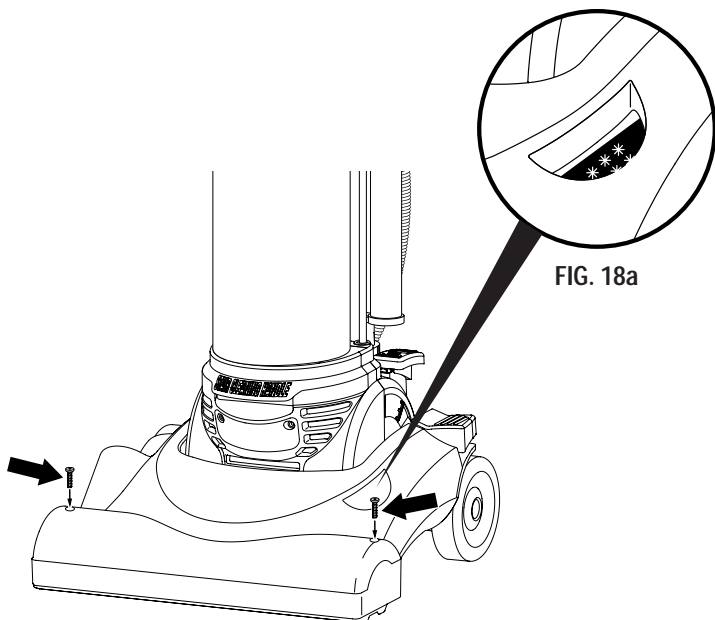

FIG. 18
**Brushroll Performance Window** (FIG. 18) To check condition of belt watch to see if white dots on belt are moving through the performance window (FIG. 18a). This indicates the brushroll is turning.
**Fenêtre de performance de la brosse** (FIG. 18) Fenêtre de performance de la brosse. Pour vérifier l'état de la courroie, assurez-vous que des points blancs apparaissant sur la courroie se déplacent dans la fenêtre de performance (FIG. 18a). Ceci indique que le rouleau-brosse tourne.
**Ventana de rendimiento del cepillo circular** (FIG. 18) Para verificar la condición de la correa, verifique que los puntos blancos se muevan a lo largo de la ventana de rendimiento (FIG. 18a). Esto indica que el cepillo está girando.
**Step 2:** (FIG. 18, previous page) Remove two screws to release hood. Lift hood to expose belt and brushroll.
**Étape 2.** (FIG. 18, page précédente) Retirez les deux vis du capot pour l'enlever et soulevez-le afin de repérer la courroie et le rouleau-brosse.
**Paso 2.** (FIG. 18, página anterior) Retire los dos tornillos para liberar la tapa. Levante la tapa para obtener acceso a la correa y al cepillo circular.